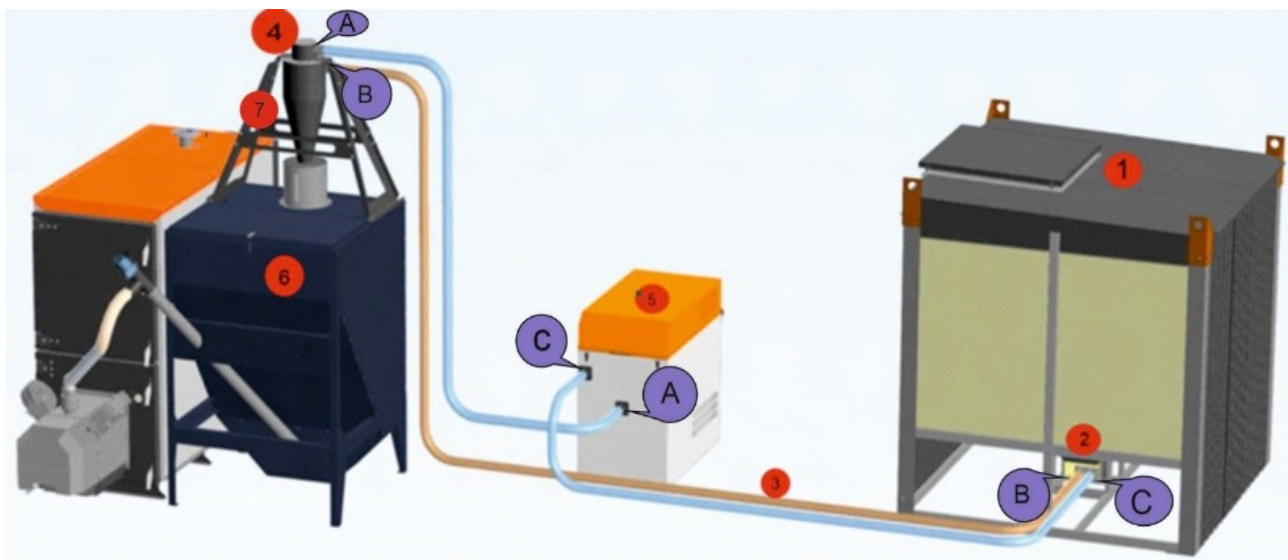

Рис.2. Схема подключения автоматического пневмоподающего устройства.
3.1 Дозатор (поз.4) устанавливается на топливный (поз.6) бункер котла с монтажной (поз.7) площадкой. Топливоприемник (поз.2) с шибером монтируется на хранилище топлива (при заказе склада топлива вместе с пневмоподачей – устанавливается на заводе-изготовителе). Дозатор (поз.4) и топливоприемник (поз.2) пневмоподающего устройства соединяются 2-мя гибкими гофрированными шлангами (поз.3) диаметром 60 мм, длиной 10 метров каждый. В разрыв отводящего шланга дополнительно монтируется вакуумная установка (поз.5) – шланг делится на две части необходимой длины в зависимости от места расположения вакуумная установка, который располагается около котлового бункера (поз.6). Входы и выходы шлангов подключаются по маркировке (А-А, В-В, С-С) – маркировка входа и выхода одного шланга должна совпадать (рис.2).